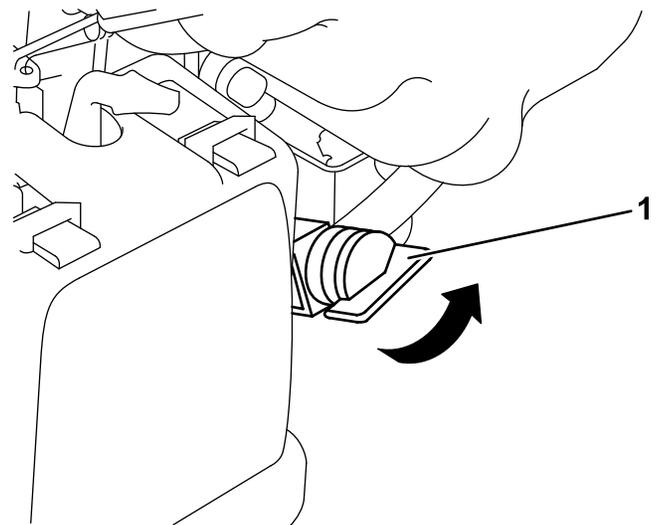

Figura 12
2. Gire la llave de combustible a la posición de Abierto (Figura 12).